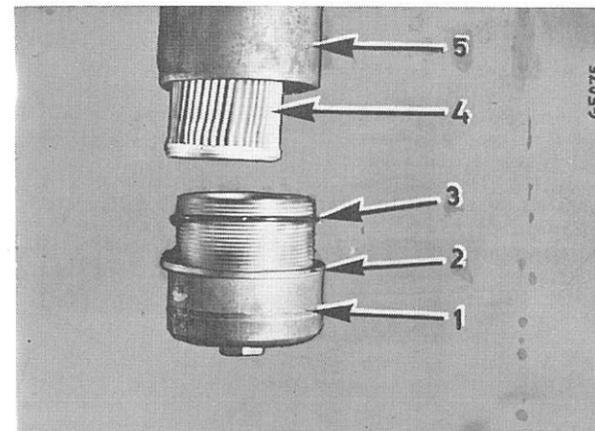

Fig. 75
Otez la cuve (1) Fig. 75 et recueillez l'huile dans un récipient approprié. Jetez l'élément usagé (4). Nettoyez le corps du filtre et la cuve dans du combustible Diesel. Mettez en place un élément neuf en engageant d'abord l'extrémité ouverte. Remettez la cuve avec un joint torique (3) et une bague (2) neufs. L'élément (4), le joint torique (3) et la bague (2) sont fournis ensemble et doivent toujours être remplacés